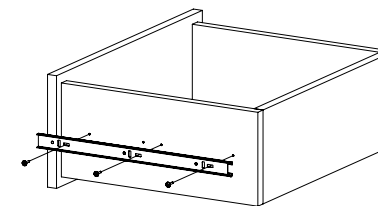

Рис.10
- Закрепить шурупами полозья направляющих на боковинах ящика 7, 8 (Рис. 10).